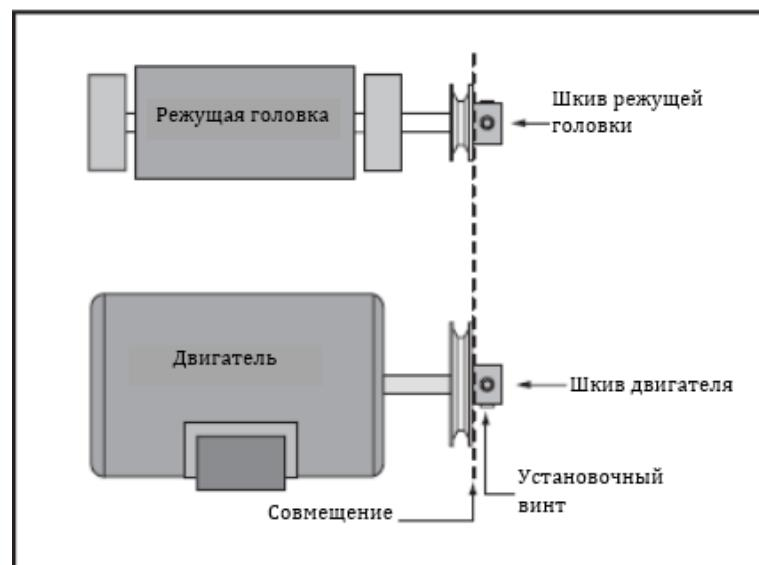

Рис. 7. Шкивы должны быть параллельны и совмещены
6. Затянуть установочные винты, надеть клиновый ремень и повторить шаг 4. Ремень должен быть строго параллелен и выровнен, как показано на рис. 7.